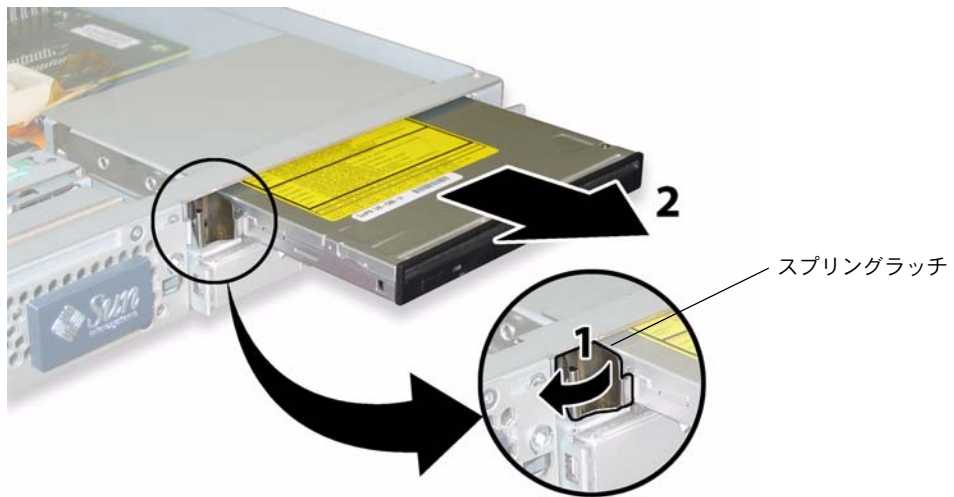

図 3-15 DVD-ROM ドライブの取り外し
8. DVD-ROM ドライブの前面にあるスプリングラッチを左に引き、そのまま押さえます。反対側の手をドライブの後ろにのぼして、ドライブをシャーシ前面から押し出します。図 3-15 を参照してください。